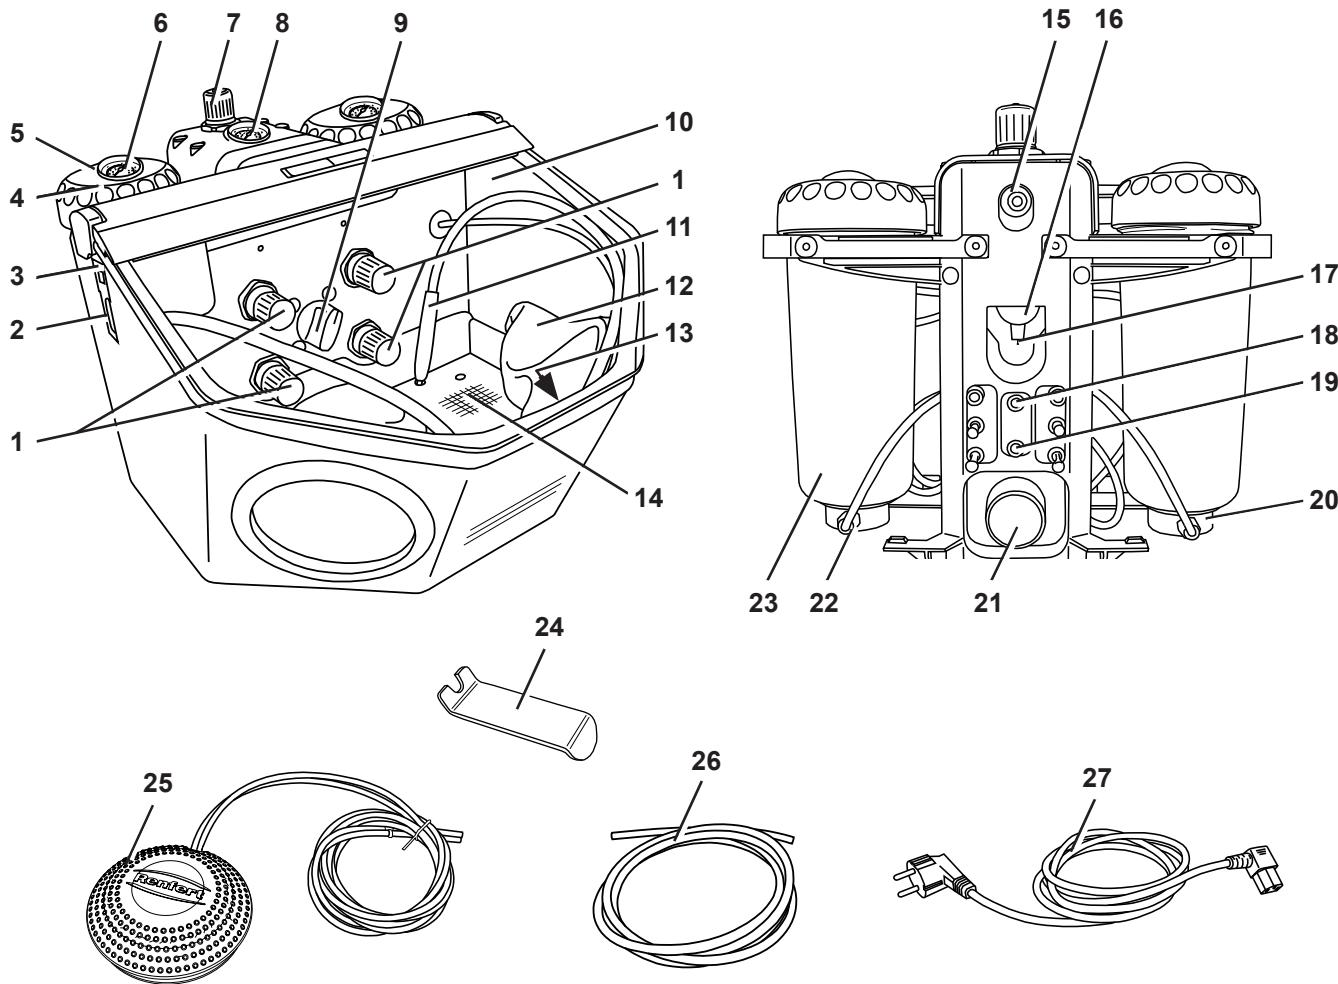

Abb. 1
- ⇒ Druckluftschlauch (26) bis zum Anschlag in Schlauchanschluss (15) einstecken. Dabei ist ein leichter Widerstand spürbar zu überwinden.
- ⇒ Prüfen, ob der Anschlussdruck im erforderlichen Bereich liegt (siehe tech. Daten). Anzeige erfolgt am Manometer (8, Abb. 1).
**Betätigen Sie nie den Druckregler (7) an der Wartungseinheit. Dieser ist werkseitig auf max. 6 bar eingestellt und fixiert, um eine optimale Funktion der Quetschventile zu gewährleisten.**